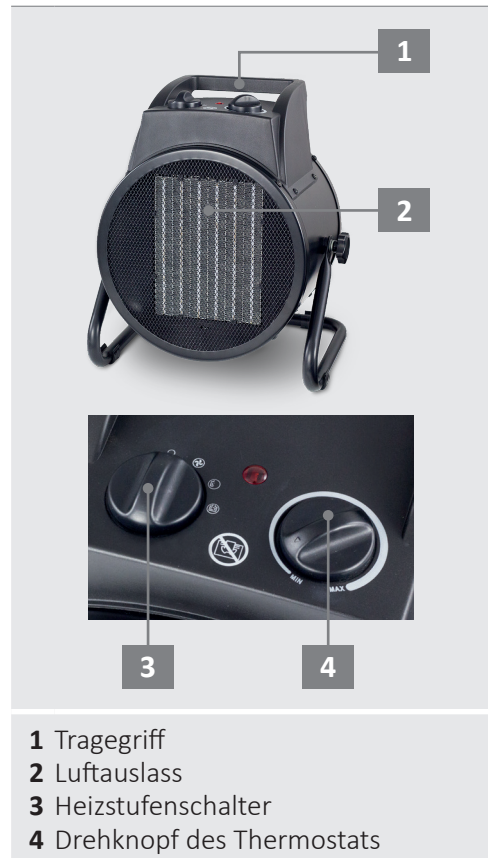

Abb.1: Geräteübersicht
1. Vergewissern Sie sich, dass der **Heizstufenschalter** (Abb. 1, Nr. 3) auf „0“ steht. Schließen Sie dann den Keramik-Heizgebläse an eine geerdete, durch
2. Schalten Sie nun das Gerät ein, indem Sie den **Heizstufenschalter** (Abb. 1, Nr. 3) auf die gewünschte Position bringen. Dabei gilt:
1. Starten Sie das Gerät, indem Sie mit Hilfe des **Heizstufenschalter** (Abb. 1, Nr. 3) die gewünschte Heizleistung einstellen.
2. Drehen Sie den **Drehknopf des Thermostats** (Abb. 1, Nr. 4) im Uhrzeigersinn bis zum Anschlag.
3. Wurde die gewünschte Temperatur erreicht, drehen Sie den **Drehknopf des Thermostats** (Abb. 1, Nr. 4) so weit gegen den Uhrzeigersinn zurück, bis Sie ein deutliches Klicken hören. Ein integrierter Thermostatregler schaltet nun das Gerät automatisch ein und aus und sorgt somit für annähernd konstante Temperatur.
1. **Thermostat mittels Drehknopf** (Abb. 1, Nr. 4) auf „**MIN**“ zurückdrehen.
2. Drehen Sie den **Heizstufenschalter** (Abb. 1, Nr. 3) auf Position „**0**“.